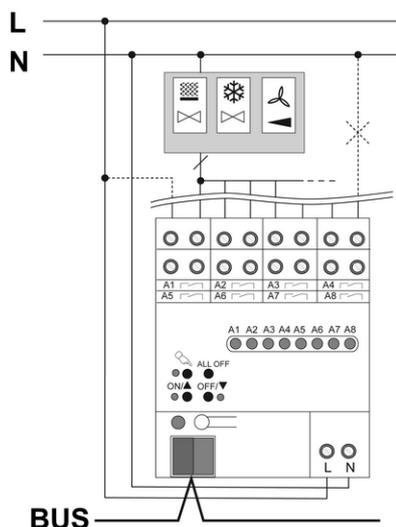

Рисунок 3: Пример подключения — подключение нагрузки для одного выхода вентиляторного доводчика
- Подключить провод шины с соединительной клеммой (рисунок 3).
- i** Выход вентиляторного доводчика с макс. шестью ступенями вентилятора: см. Пример подключения (рисунок 3). Информация о распределении выходов в (Таблица 2), (рисунок 4) и (рисунок 5).